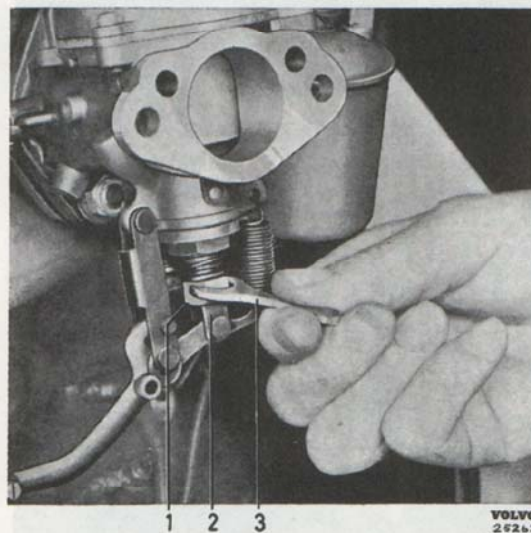

Bild 19. Inställning av justermutter.
Inställning av tomgång göres dels med skruvarna (3 och 7, bild 4) på spjällarmarna, varigenom varvtalet regleras, dels genom vridning av justermutterna vid munstyckshuvudena (1, bild 19), var-
5. Ställ in munstyckena genom att vrida justermutterna så, att tomgångsvarvtalet blir så högt som möjligt med oförändrad spjällöppning. Justera förgasarna en åt gången. Skruva först justermuttern (1, bild 19) uppåt, tills ojämn gång erhålles samt därefter tillbaka så mycket att bästa gång uppnås. Blir varvtalet för högt, får det sänkas genom utskrivning av tomgångsskruven vid spjällaxelns hävarm. Kontrollera därefter omigen enligt föregående punkt, att genomströmningen är lika i båda förgasarna.